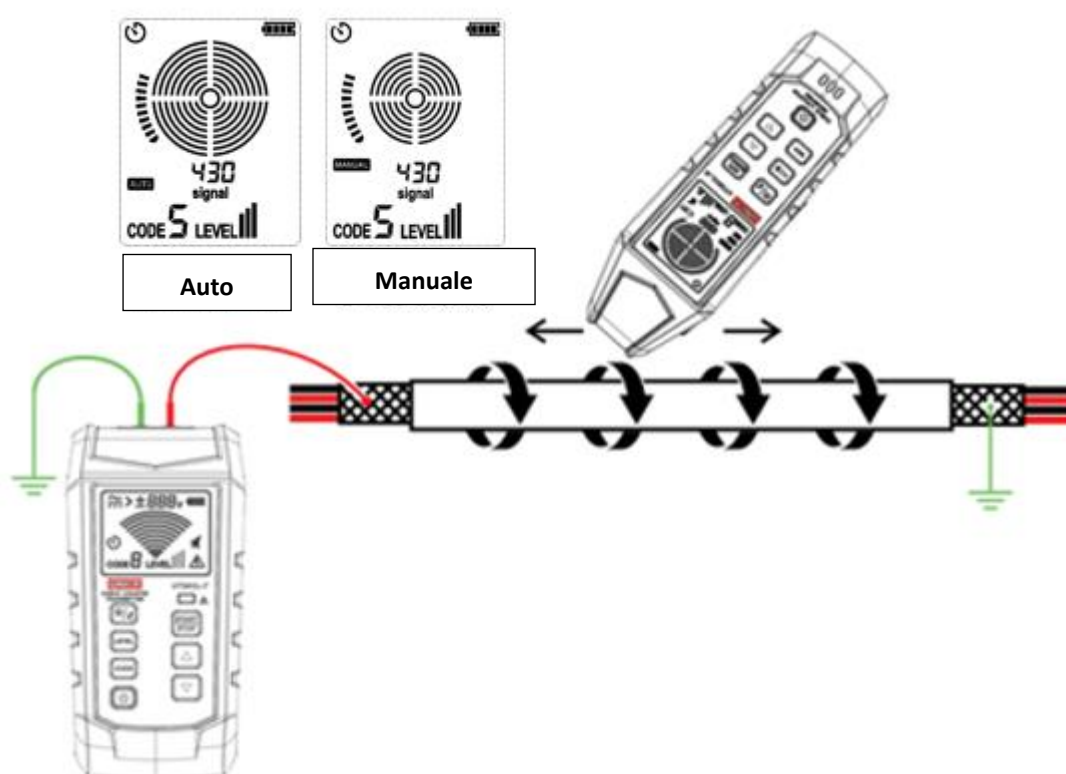

Figura 8.5.1a Traccia del cavo schermato(con l'estremità più lontana collegata a terra)
5. Vedere la Figura 8.5.1a per l'applicazione specifica.